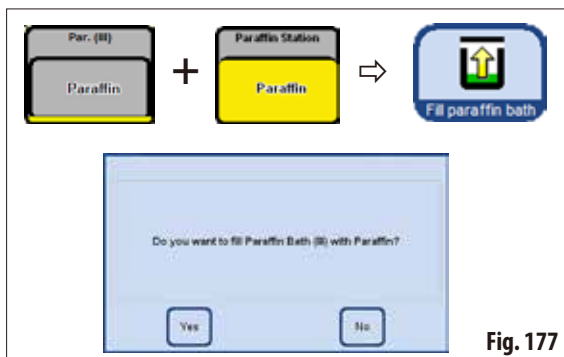

Fig. 177
- Confirmați solicitarea (Fig. 177) cu **YESc** (DA).